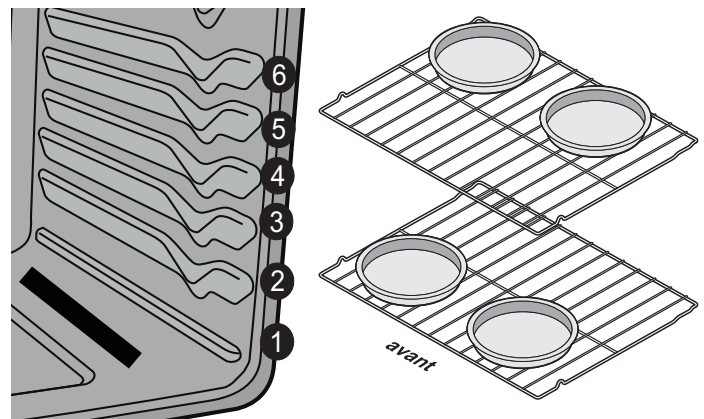

Figure 75: Emplacement des grilles et des plats de cuisson
- Pour de meilleurs résultats lors de la cuisson des gâteaux ou des biscuits sur deux grilles, voir à les placer en position 3 et 5 et disposer les plats comme indiqué dans Figure 75.